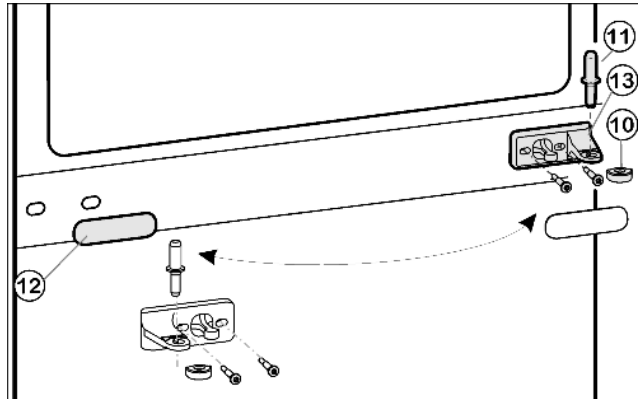
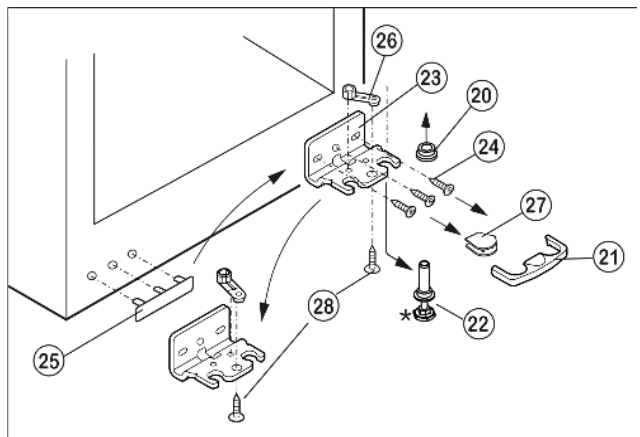

Fig. 5
Fig. 6
- ▶ Вытащите из опорного кронштейна и нижней дверцы средний опорный палец Fig. 5 (11).
- ▶ Пластмассовый колпачок Fig. 5 (10) снимите.
- ▶ Снимите средний опорный кронштейн Fig. 5 (13).
- ▶ Осторожно снимите накладку Fig. 5 (12).
- ▶ Открутите средний опорный кронштейн Fig. 5 (13) и прикрутите его с поворотом на 180° на новую сторону шарнира.
- ▶ Защелкните накладку Fig. 5 (12), повернув на 180°, на стороне, где теперь будет ручка.
- ▶ Предохранитель Fig. 6 (21) снимите движением вперед.
- ▶ Снимите крышку Fig. 6 (27).*
- ▶ Вытяните опорный палец Fig. 6 (22) вниз и вперед. При этом следите за гнездом шарнира Fig. 6 (20).
- ▶ Открутите опорный кронштейн Fig. 6 (23)(3 шт. Torx 25) Fig. 6 (24).
- ▶ Открутите опорную деталь Fig. 6 (26)(1 Torx 25) Fig. 6 (28) и, переставив в отверстие на противоположной стороне опорного кронштейна, снова прикрутите.
- ▶ Осторожно приподнимите и переставьте крышку Fig. 6 (25) со стороны ручки.
- ▶ Снова прикрутите опорный кронштейн Fig. 6 (23) на новой стороне шарнира, при необходимости с помощью аккумуляторного шурупверта.
- ▶ Установите крышку Fig. 6 (27) на противоположной стороне.*
- ▶ Предохранитель (21) нужно зафиксировать сбоку на кронштейне, чтобы опорный палец и двери были защищены от выпадения.
- ▶ Снова защелкните предохранитель (21) на опорном кронштейне.
- ▶ Наденьте гнездо шарнира Fig. 6 (20).
- ▶ Установите нижнюю дверцу сверху на нижний опорный палец Fig. 6 (22).
- ▶ Снова наденьте пластмассовый колпачок Fig. 5 (10) на средний опорный кронштейн Fig. 5 (13).
- ▶ Вставьте средний опорный палец Fig. 5 (11) на новой стороне шарнира через средний опорный кронштейн Fig. 5 (13) в нижнюю дверцу.
- ▶ Установите верхнюю дверцу на средний опорный палец Fig. 5 (11).
- ▶ При необходимости выровняйте дверцы через два продольных паза в нижнем опорном кронштейне Fig. 6 (23) и среднем опорном кронштейне Fig. 5 (13) параллельно корпусу устройства. Для этого выкрутите средний винт на нижнем опорном кронштейне Fig. 6 (23).